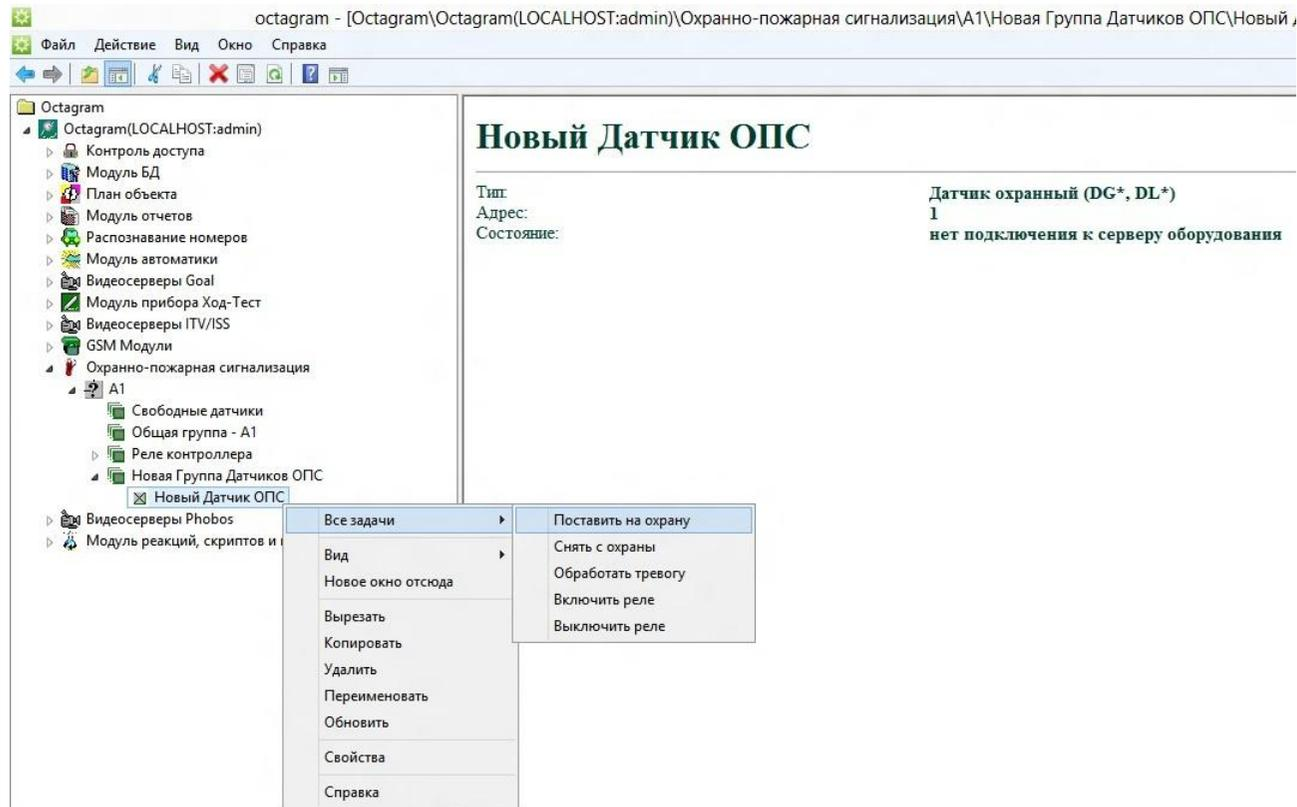

Рисунок 38
- Управление датчиком осуществляется с помощью контекстного меню **Все задачи** (Рисунок 38).